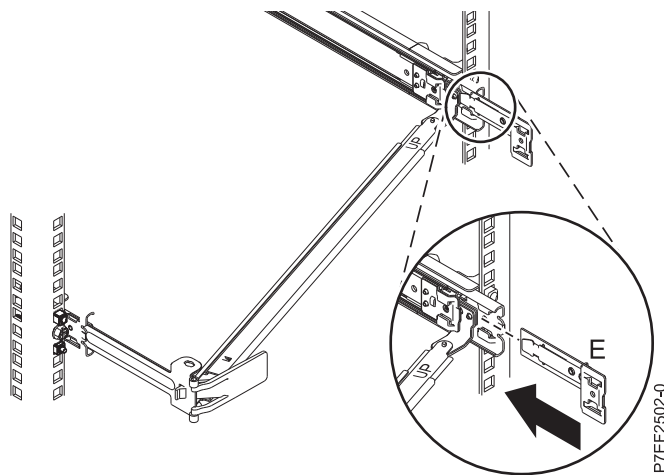

図 13. 拡張ブラケットをスライド・レールに取り付ける
5. バネ仕掛けのピンが所定の位置に収まるまで拡張ブラケット **(E)** を右スライド・レールに滑り込ませます。詳しくは、図 13 を参照してください。